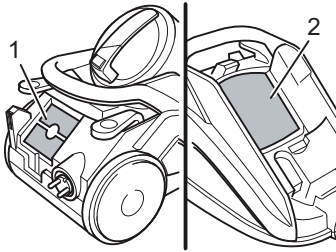

Abb. 26
- **Hygiene-Ausblasfilter (Abb. 26/1)**
- **Motorschutzfilter (Abb. 26/2)**
5010001	1 Motorschutzfilter (Abb. 26/2), 1 Hygiene-Ausblasfilter (Abb. 26/1)